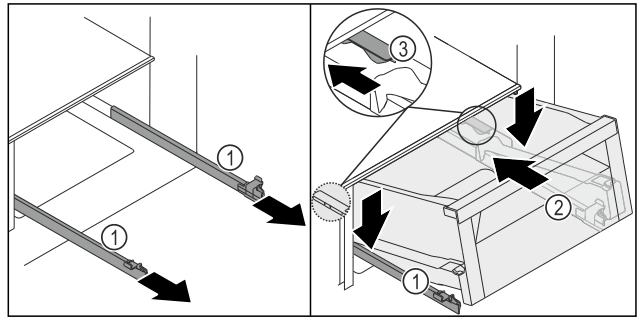
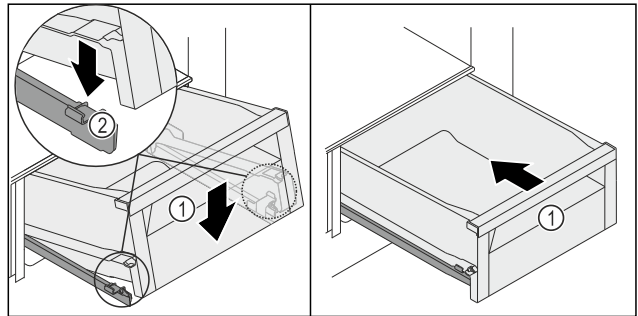

Fig. 95
Fig. 96
- Міцно тримаючи рейки Fig. 95 (1), установіть висувний ящик Fig. 95 (2) зверху за обмежувачем Fig. 95 (3) на рейки Fig. 95 (1).
- Всуňte висувний ящик Fig. 95 (2) на рейках Fig. 95 (1) до упору назад.
- Опустіть висувний ящик Fig. 95 (2) спереду так, щоб він увійшов у затискач Fig. 96 (2) ліворуч і праворуч.
- Висувний ящик Fig. 96 (1) чутно зафіксується з характерним звуком.
- Всуňte висувний ящик Fig. 96 (1).